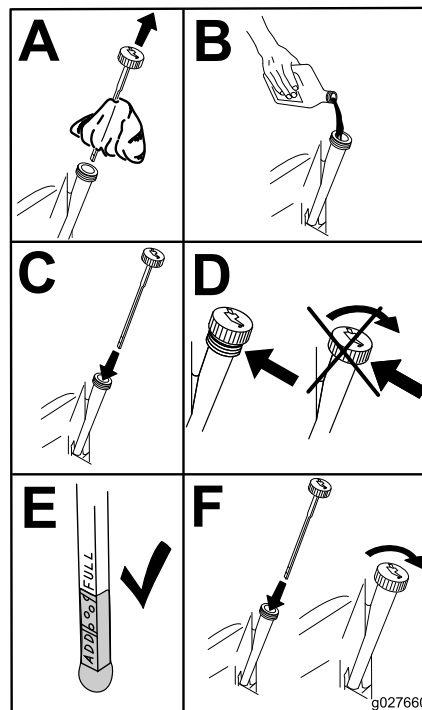

Figure 32
4. Versez lentement environ 80 % de l'huile spécifiée dans le tube de remplissage, puis faites l'appoint lentement jusqu'à ce que le niveau atteigne le repère maximum (**Full**) (Figure 32).